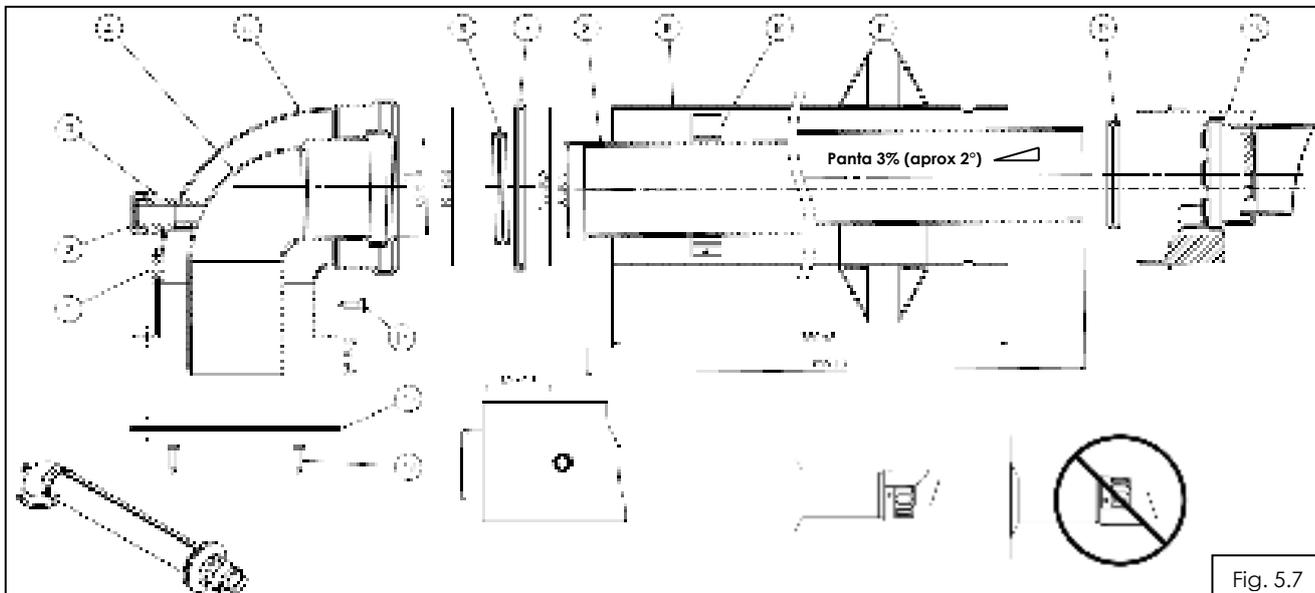

Fig. 5.7
**Kitul de admisie- evacuare coaxial, fig.5.7 se livreaza impreuna cu centrala.** Evacuarea gazelor se face printr-un tub cu diametrul Ø60mm, coaxial cu tubul de admisie a aerului de diametrul Ø100 mm.